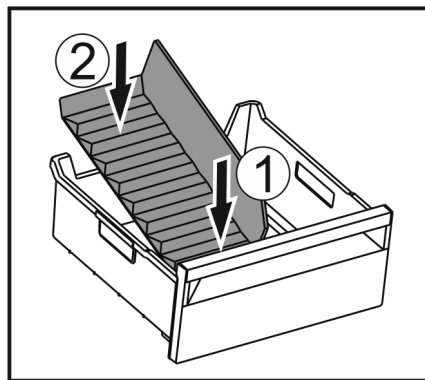

Fig. 222
- Introduceți partea frontală a separatorului pentru compartimentul de gheață. Fig. 222 (1)
- Coborâți partea posterioară a separatorului pentru compartimentul de gheață până la baza sertarului. Fig. 222 (2)